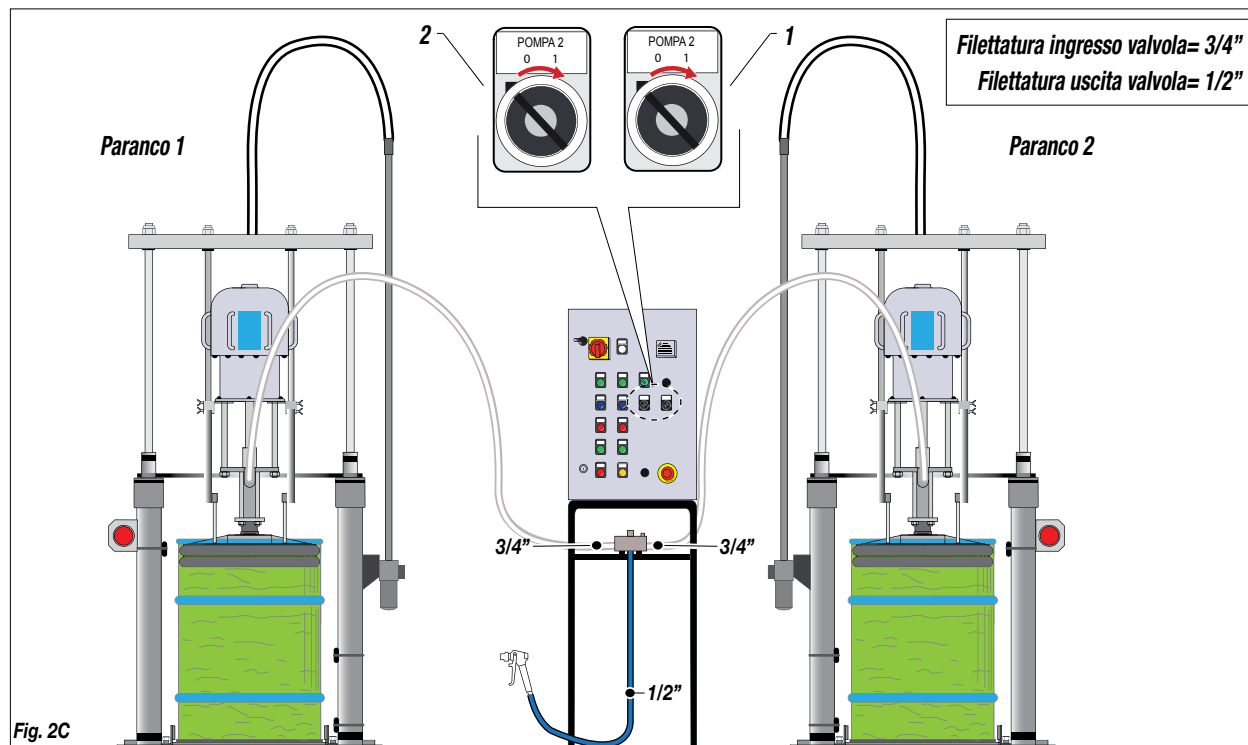

Fig. 2C
- Successivamente i fusti vengono caricati sui paranchi (Vedi Fig. 2C) e inseriti i piatti prementi nei fusti.
- L'operatore procede poi con lo spurgo delle pompe mantenendo i selettori (1) e (2) in posizione 1.